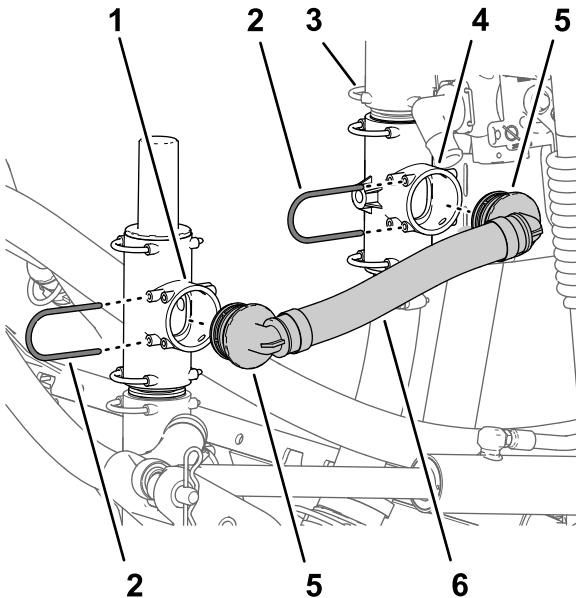

Рисунок 9
- Совместите прямоугольный штуцер шланга сброса давления в сборе с открытым отверстием в верхнем тройнике (расположенном под клапаном сброса давления) и вставьте прямоугольный штуцер до его полной посадки (Рисунок 9).
- Закрепите прямоугольный штуцер в тройнике фиксатором (Рисунок 9), снятым при выполнении пункта 2 в разделе Демонтаж шлангов \(страница 7\).
- Совместите прямоугольный штуцер шланга сброса давления в сборе с открытым отверстием в нижнем тройнике (прикрепите к монтажному кронштейну клапана) и вставьте прямоугольный штуцер до его полной посадки (Рисунок 9).
| 4. Закрепите прямой штуцер типа «елочка» в клапане эдуктора (Рисунок 9) фиксатором. | |